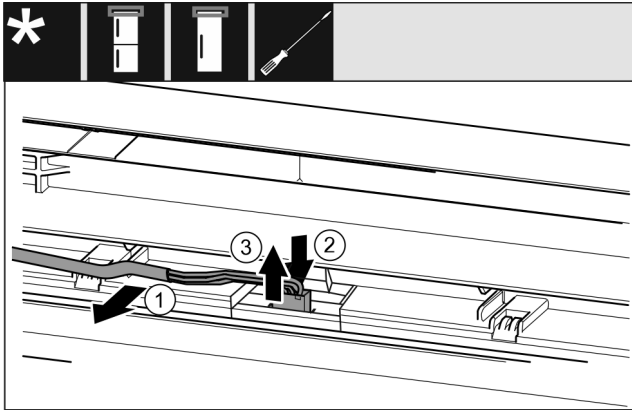

Fig. 7
- ▶ Løsne den grå kabelen forsiktig ut av føringen i døren. Fig. 7 (1)
- ▶ Trykk platen bak pluggen bakover. Fig. 7 (2)
- ▶ Trekk pluggen forsiktig opp og ut. Fig. 7 (3)